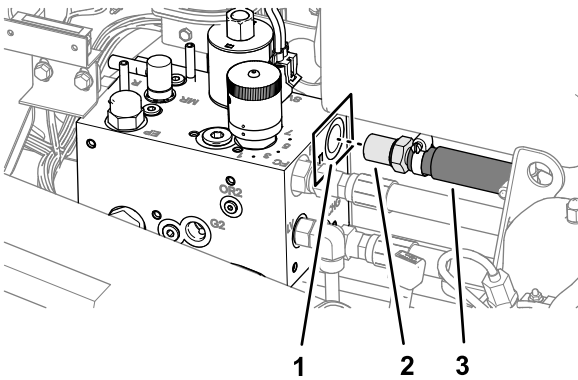

Рисунок 50
3. Вставьте прямой штуцер типа «елочка» шланга в отверстие Т коллектора привода барабана (Рисунок 50).